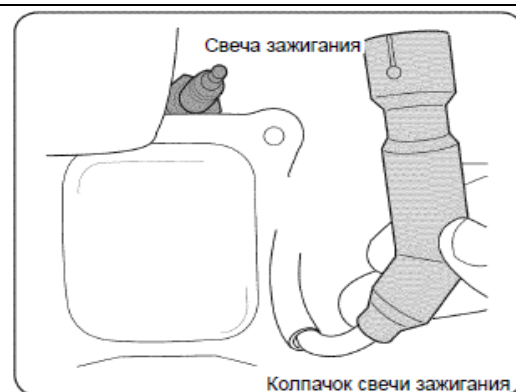

Рис. 20
1. Снимите колпак со свечи зажигания и с помощью свечного ключа отверните и извлеките свечу, (См. Рис. 20).